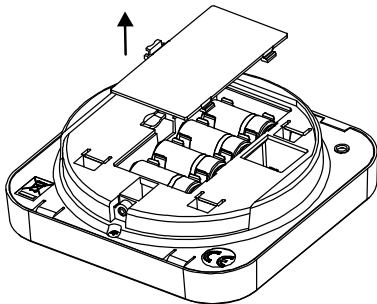

Figure 4
3. Ouvrez le compartiment à piles (reportez-vous à la Figure 4).